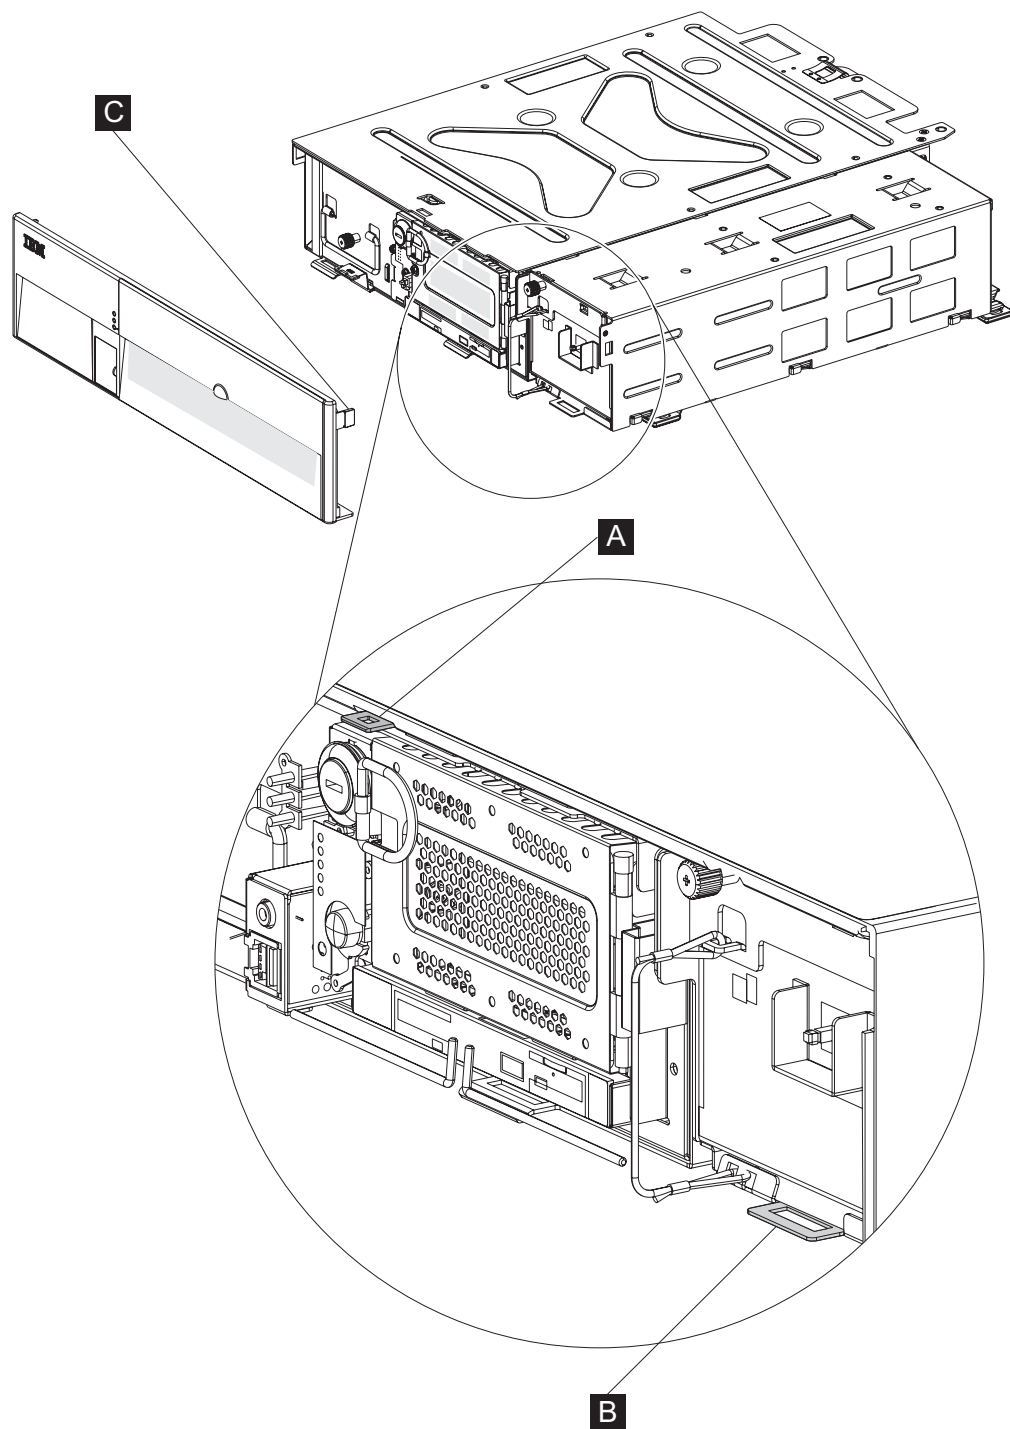

图 29. 放置挡板
1. 找到无盖前挡板底部的搭钩，并将这些搭钩与部件机架上的槽（图 29 中的 **B**）对齐。